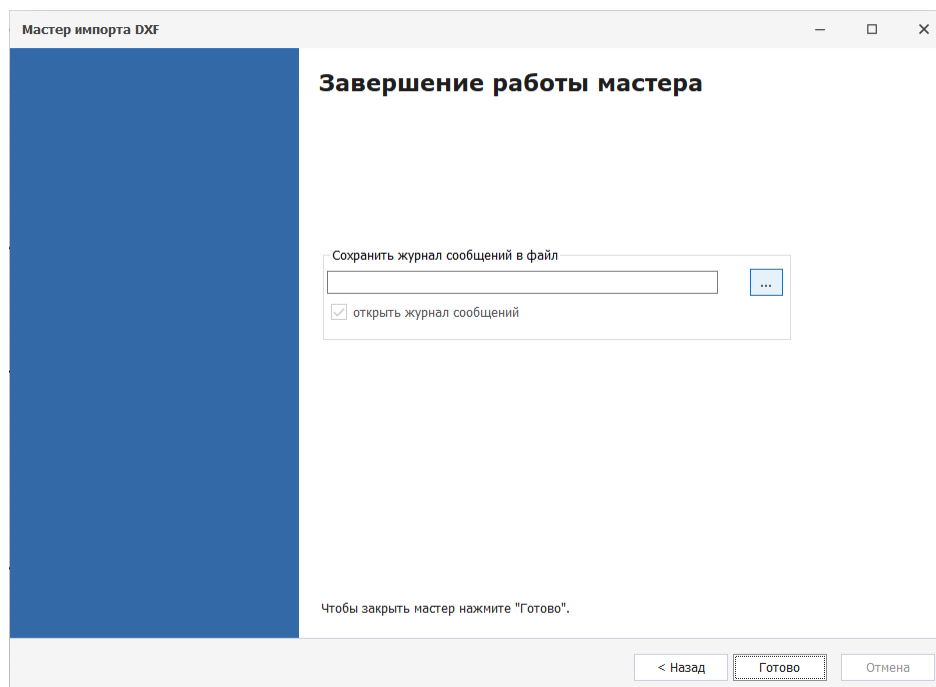

Рис. 53 Заключительное окно мастера импорта
8. В заключительном окне мастера импорта существует возможность создать и просмотреть журнал импорта в виде текстового файла. Для этого укажите место для сохранения и наименование файла с помощью кнопки  и установите флаг в поле «открыть журнал сообщений». Для завершения работы мастера импорта нажмите кнопку «Готово», см. Рис. 53.